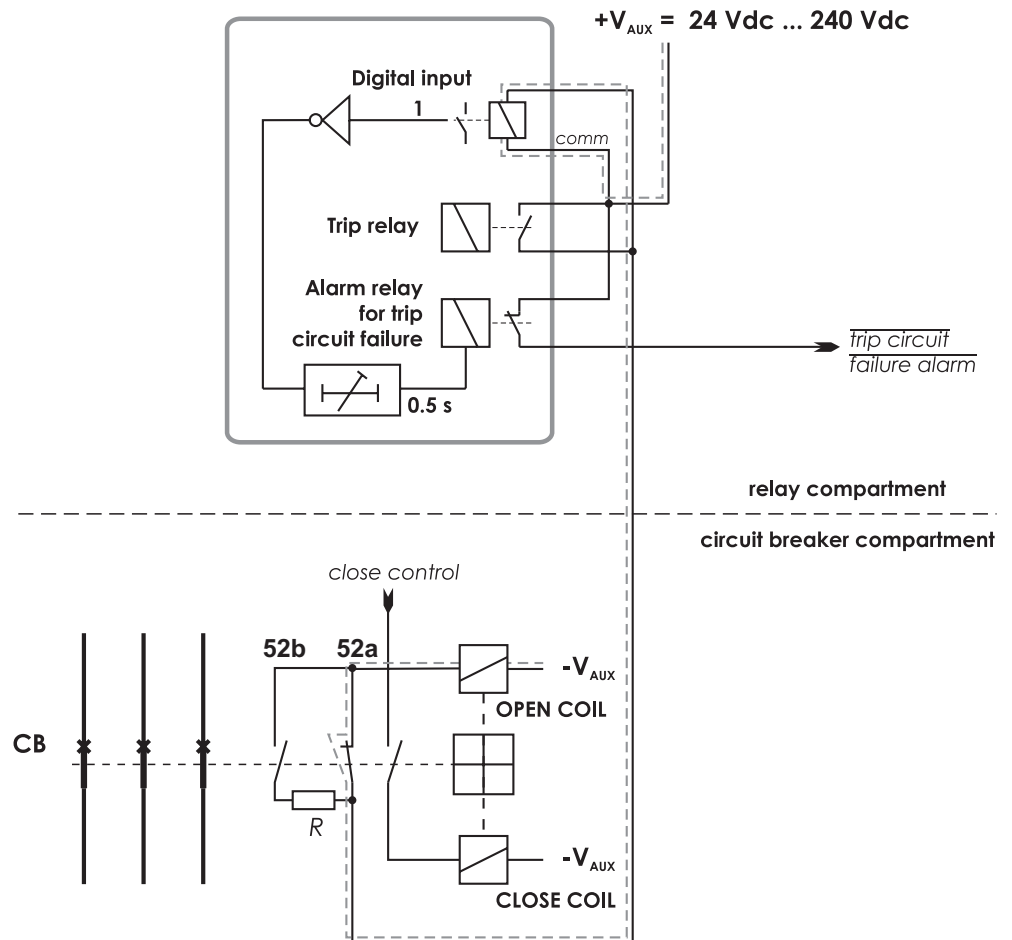

Рисунок 6.10: Контроль цепи отключения с использованием одного дискретного входа и внешнего резистора R.
- Дискретный вход подключается параллельно контактам выходного реле отключения (Рисунок 6.10).